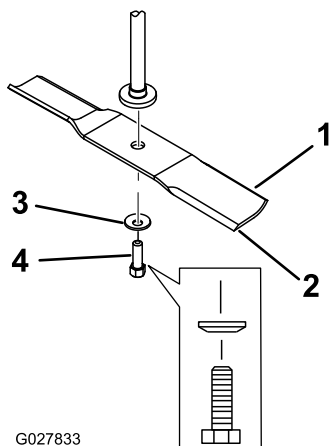

Figure 58
2. Enlevez de l'axe le boulon, la rondelle bombée et la lame (Figure 58).
1. Placez la lame sur l'axe (Figure 58).
2. Montez la rondelle bombée (face concave vers la lame) et le boulon de lame (Figure 58).